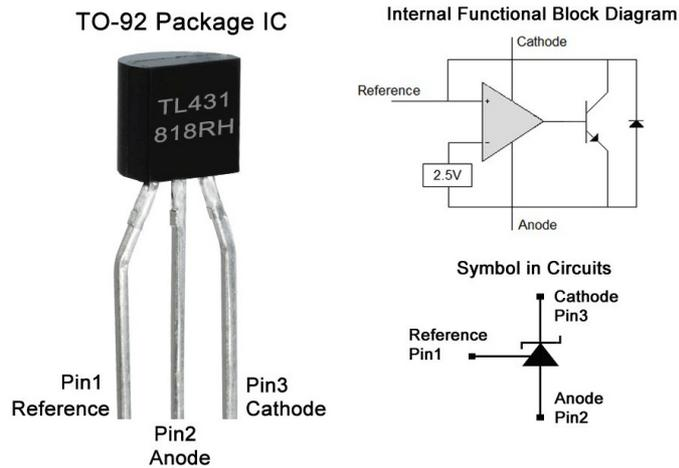

Рис.2. Цоколёвка стабилизатора напряжения TL431
- Цоколёвка микросхемы TL431 по спецификации производителя представлена на рис. 2: